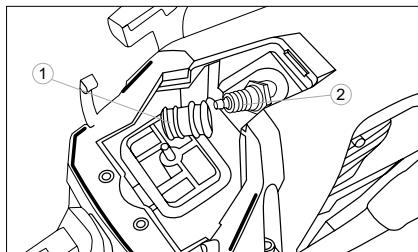

Fig. 26
3. Deconectați cablul de tensiune înaltă de la bujie 1 (Fig. 26).